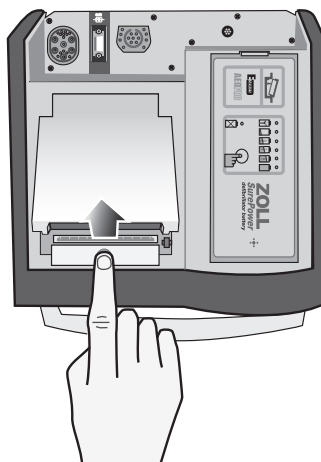

Figura 12-5. Apertura dello sportello della stampante
1. Premere il pulsante di rilascio e consentire allo sportello della stampante di aprirsi (consultare Figura 12-5); quindi rimuovere ogni traccia di carta.